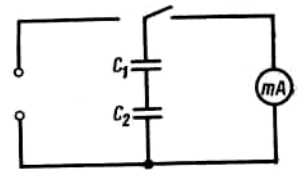

Рис. 3. Схема
12. Включить в собранную схему (рис. 3) два последовательно соединенных конденсатора известной ёмкости.